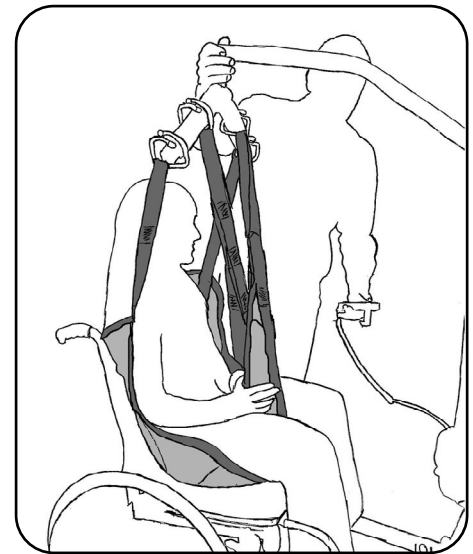

Abb. 8.2.06 – Anheben des Patienten
7. Hängen Sie die Beinschlaufen über Kreuz, entsprechend dem Kapitel Vorbereitung Abschnitt **Transportbügel der aks-Patientenlifter**, an die Haken des Transportbügels (Abb. 8.2.06). Achten Sie dabei auf die gleiche Einhängeweise. Diese erkennen Sie an der farblichen Kennzeichnung der Schlaufen (siehe Kapitel Vorbereitung Abschnitt **Gurtschlaufen**).
8. Hängen Sie die Schulterschlaufen, entsprechend dem Kapitel Vorbereitung Abschnitt **Transportbügel der aks-Patientenlifter**, an die Haken des Transportbügels (Abb. 8.2.06). Achten Sie auch hier auf die gleiche Einhängeposition der Schlaufen. Diese erkennen Sie an der farblichen Kennzeichnung der Schlaufen (siehe Kapitel Vorbereitung Abschnitt **Gurtschlaufen**).
9. Heben Sie den Patienten mit dem aks-Patientenlifter an (Abb. 8.2.06). Beobachten Sie dabei den Patienten und die Straffung des Liftergurtes. Korrigieren Sie gegebenenfalls den Sitz des Liftergurtes durch erneutes Ablassen des Patienten und Verschieben der ungünstig sitzenden Teile des Liftergurtes. Beobachten Sie während des gesamten Hebevorganges ständig den Patienten und den Sitz des Liftergurtes. Heben Sie den Patienten nur so hoch wie nötig.